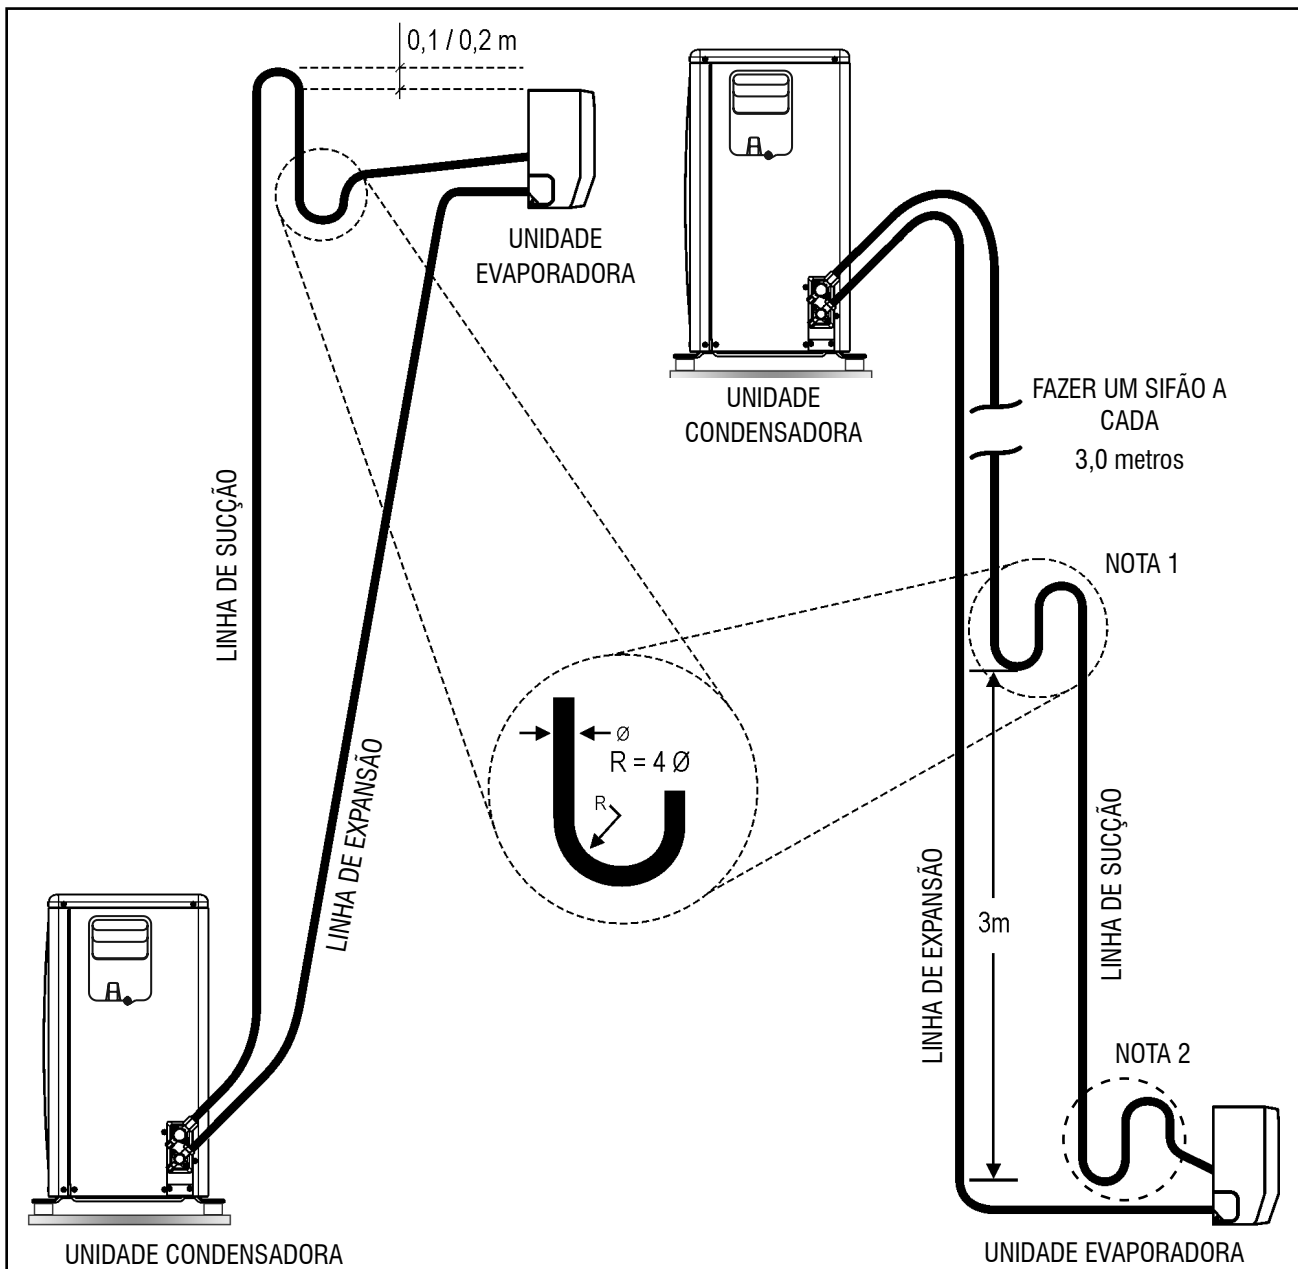

FIGURA 23 - SIFÃO NA LINHA DE SUCÇÃO
- No caso de haver desnível entre 4 e 5 metros entre as unidades e estando a evaporadora em nível inferior, deve ser instalado na tubulação de sucção um sifão (ver figura 23).